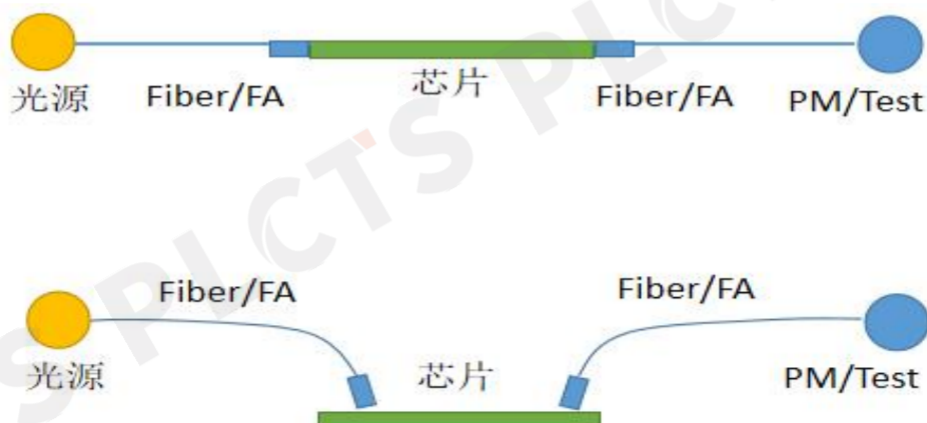

图 4
- 将光功率计移开，输入端不动，微调输出端 XYZ，输出端光纤接上光功率计。然后反复微调整输出端，使得光功率不断接近去除 CHIP 芯片的光损耗最佳值。直至调节任意一轴光功率都会变差为止，此时系统处于光功率最佳位置（相对接近真实值），且输入与输出端与 CHIP 芯片基本耦合完成如图 4 所示。